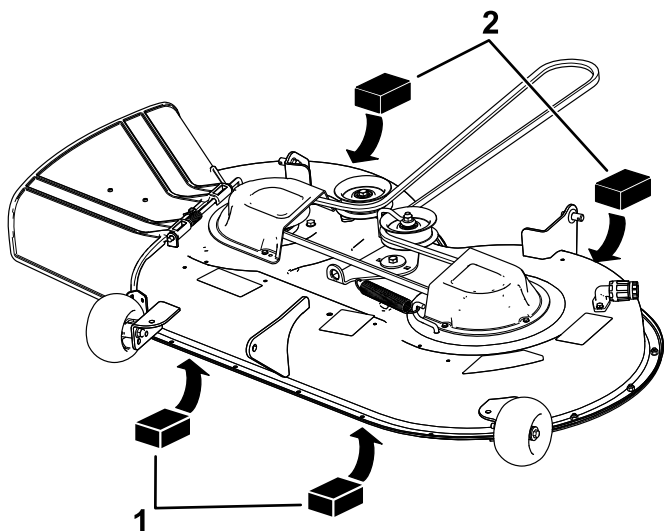

Figura 61
4. Coloque dos bloques de 6.6 cm (2 5/8") de grosor debajo de cada lado del borde delantero de la carcasa, pero no debajo de los soportes de los rodillos protectores del césped (Figura 61).
5. Coloque dos bloques de 7.3 cm (2 7/8") de grosor debajo del borde trasero del faldón de la carcasa de corte, uno en cada lado de la carcasa de corte (Figura 61).